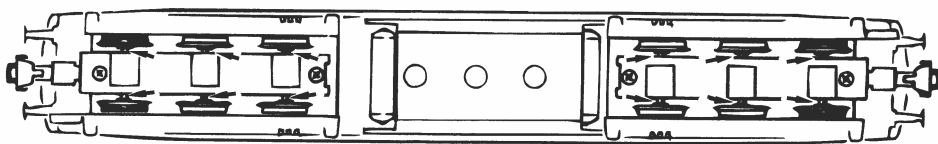

Fig. 9
1. Reinigung der Radstromkontakte: Radstromkontakte können auf unsauberen Schienen leicht verschmutzen. Bitte **entfernen Sie vorsichtig** mit einem kleinen Pinsel **den Schmutz** an den in Fig. 9 gekennzeichneten Stellen. Dazu zuerst das Lokgehäuse abnehmen (Fig. 3).
1. Nettoyage des lames de contact aux roues: Les lames de contact risquent de s'encrasser rapidement sur des voies poussiéreuses. Veuillez **enlever la poussière** aux endroits marqués à la fig. 9 à l'aide d'un petit pinceau souple après avoir démonté le couvercle d'engrenage (fig. 3).
1. Reinigen van de wielcontacte: Verwijder met een penseel het vuil van de aangegeven plaatsen (Fig. 9).